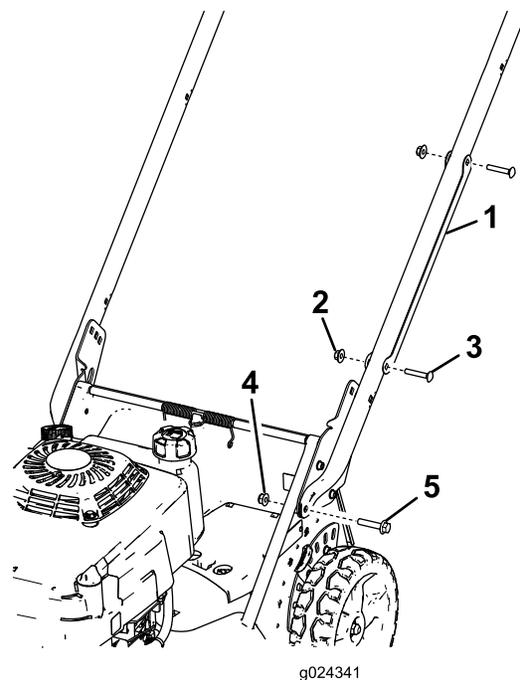

Figura 3
1. Retire a proteção de cabo da pega (**Figura 3**); retire os dois parafusos de carroçaria e as duas porcas de bloqueio que prendem a proteção à pega.
2. Instale as extremidades da pega na estrutura do cortador com dois parafusos flangeados de cabeça hexagonal (5/16 pol. x 1½ pol.) e duas porcas flangeadas (5/16 pol.), como se mostra na Figura 3.
carroçaria e duas porcas de bloqueio retirados anteriormente (Figura 3).